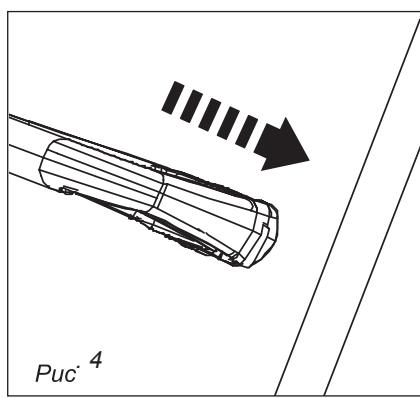

Рис. 4
7.2. Монтаж рукоятки (рис. 4, 5)
2. Установите вспомогательную рукоятку на верхней части штанги. Отрегулируйте ее так, чтобы она находилась в верхней части верхней штанги (рис. 4).